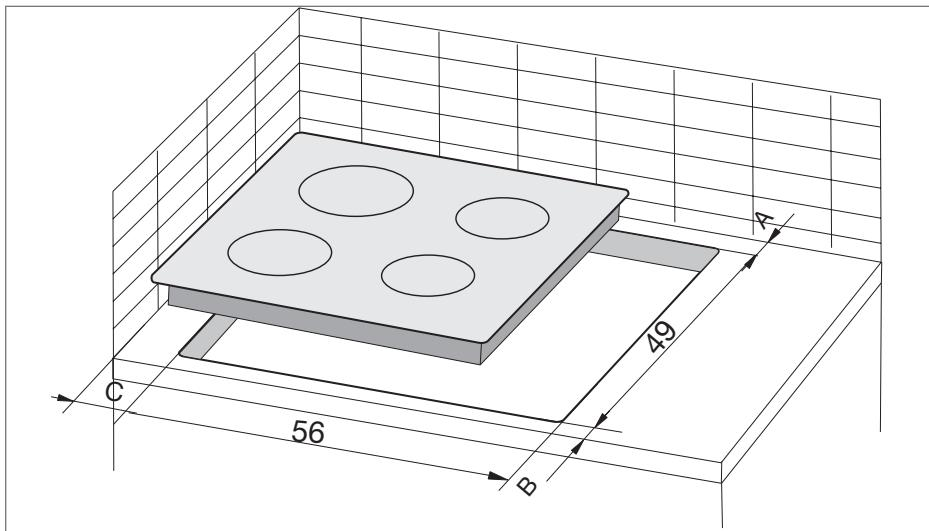

Figure 1
- La découpe dans le plan de travail sera de (L x P) : **56 x 49 mm** (voir figure 1).
- Veuillez laisser un espace suffisant autour de la niche d'encastrement : laissez au moins **50 mm** entre la table de cuisson et le mur à l'arrière (dimension A, figure 1), **60 mm** entre la table de cuisson et l'avant (dimension B, figure 1) et **55 mm** entre la table de cuisson et le mur latéral (dimension C, figure 1).